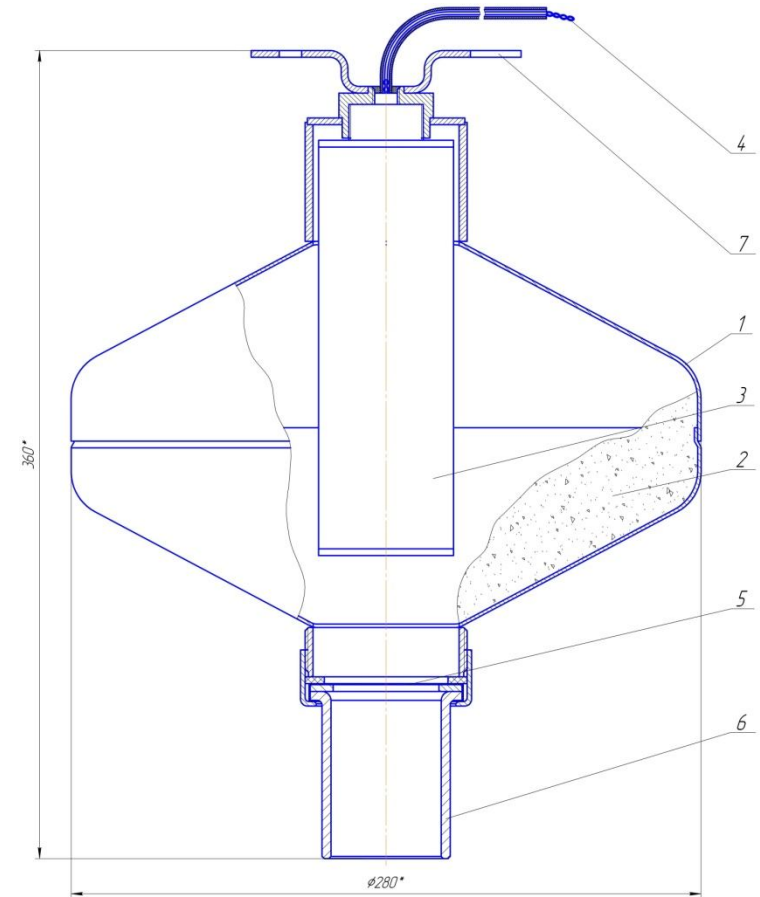

Рис. 2
3.1.1 МПП (рис. 2) состоит из корпуса 1, в котором размещаются огнетушачный порошок (ОП) 2 и газогенерирующий элемент (ГГЭ) 3 с электроактиватором 4. В нижней части корпуса, выходное отверстие которого перекрыто мембраной 5, находится насадок-распылитель 6. Соединительные провода электроактиватора ГГЭ 3 выведены через герметичный узел в корпусе МПП. В верхней части модуль снабжен кронштейном 7 для крепления к потолочному перекрытию.